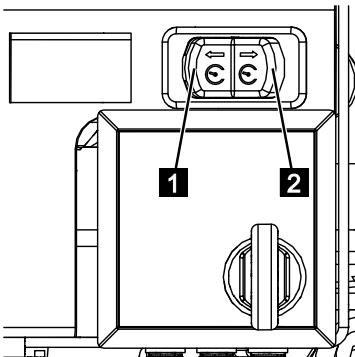

Abb. 193
5. Den Servicetaster (Abb.193/1 oder 2) betätigen um die Drehzahl des Verbrennungsmotors zu erhöhen.